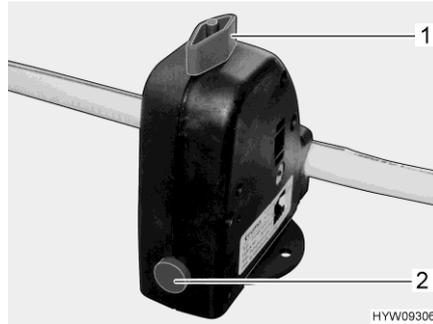

Bild 75 Sicherheits-/Ablassventil
Der Boiler ist mit einem Sicherheits-/Ablasseventil (Bild 75) ausgestattet. Das Sicherheits-/Ablasseventil verhindert, dass das Wasser im Boiler einfriert, wenn bei Frost die Heizung nicht eingeschaltet ist.
- Sicherheits-/Ablassventil schließen. Dazu den Drehknopf (Bild 75,1) quer zum Sicherheits-/Ablassventil drehen und den Druckknopf (Bild 75,2) hineindrücken.
- Sicherheits-/Ablassventil öffnen. Dazu den Drehknopf (Bild 75,1) längs zum Sicherheits-/Ablassventil drehen. Der Druckknopf (Bild 75,2) springt heraus. Der Boiler wird über das Sicherheits-/Ablassventil nach außen entleert.